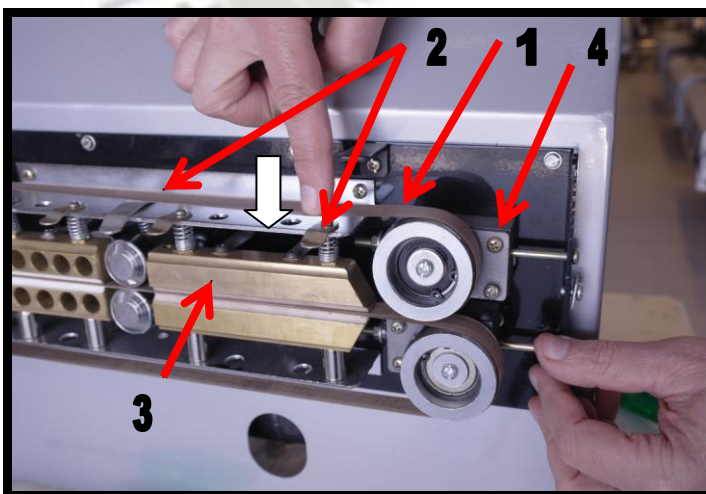

Fig. 6.3
- Verifique com uma leve pressão do dedo, se a folga esta compatível entre 3..4mm, como mostra a Fig.6.3. Se precisar tensiona-la, faça-o bem suavemente, para não danificá-la.